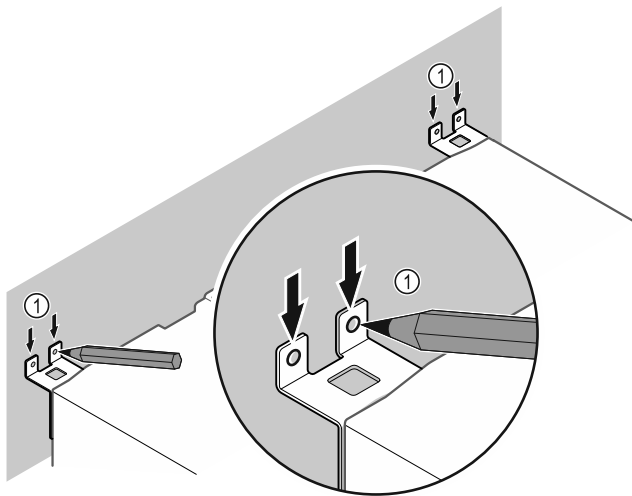

Fig. 67
- ▶ Markierungen an der Wand setzen Fig. 67 (1).